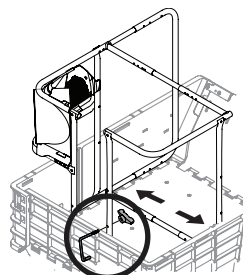

Figura 12
- Ajuste la estructura según sea necesario para que entre en el ancho del carrito presionando los botones de resorte en los tubos de ajuste para ajustar el ancho y largo de la estructura, asegurándose de que los botones de resorte traben en su lugar. Consulte la Figura 12.
- Use el gancho para asegurar la estructura al carrito insertando el brazo roscado del gancho por la parte delantera izquierda de la estructura, ajuste el extremo con tapa del gancho para que se apoye contra la pared exterior del carrito y asegure con una mariposa, como se ilustra en la Figura 12.